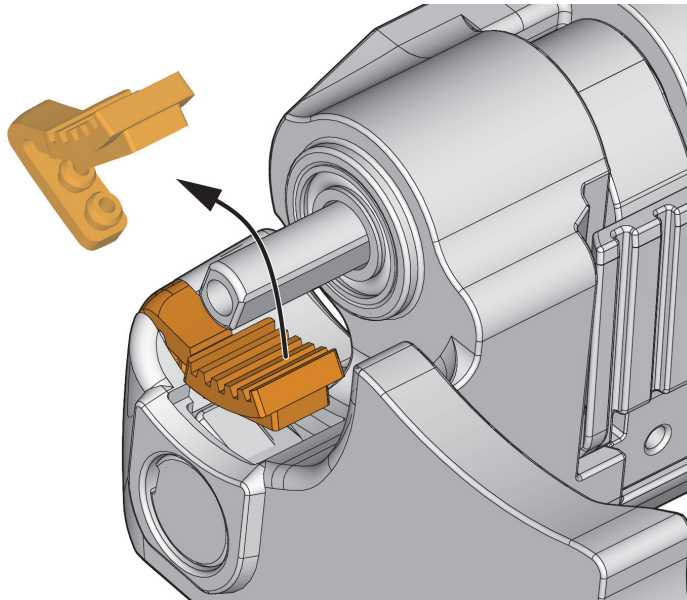

图 5-8 拆下制动片
3. 提起制动片并向外拉，将其从安装点上取出来（参见第75页的图 5-8）。